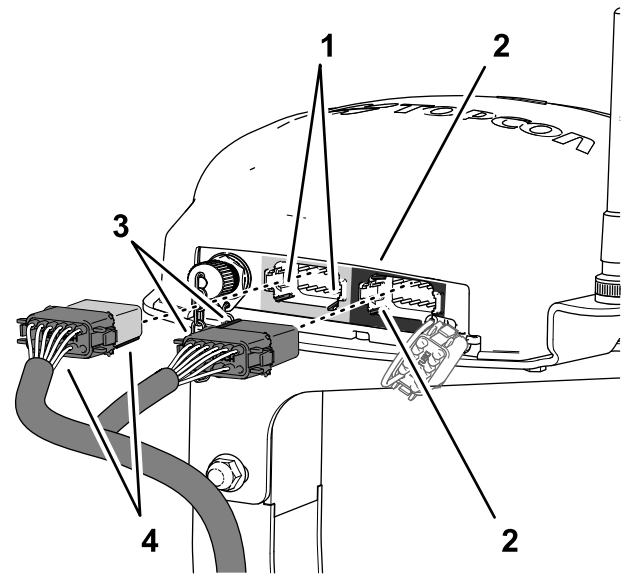

Bild 198
3. Fluchten Sie die zwei Schlüssel an der langen Seite des grauen und schwarzen 12-Buchsen-Steckers des Datenkabelbaums mit den zwei Schlüsselschlitzen in der unteren, horizontalen Wand des linken (grauen) 12-Stift-Steckers des Navigationsempfängers aus (Bild 198).
4. Stecken Sie den grauen und schwarzen 12-Buchsen-Stecker des Datenkabelbaums in den linken (grauen) 12-Stift-Stecker des Navigationsempfängers, bis die Stecker fest einrasten (Bild 198).
5. Fluchten Sie die zwei Ausrichtungsschlüssel an der kurzen Seite des schwarzen 12-Buchsen-Steckers des Datenkabelbaums mit den zwei Schlüsselschlitzen in der linken vertikalen Wand des rechten (grauen) 12-Stift-Steckers des Navigationsempfängers aus (Bild 198).
6. Stecken Sie nur den **schwarzen** 12-Buchsen-Stecker des Datenkabelbaums in den **linken (schwarzen)** 12-Stift-Stecker des Navigationsempfängers, bis die Stecker fest einrasten (Bild 198).